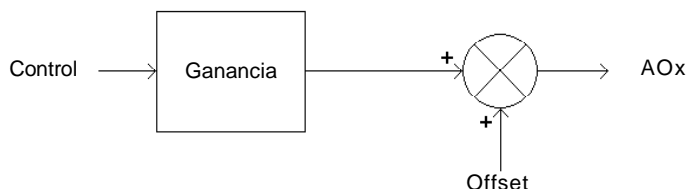

Figura 5.4 - Blocodiagrama de las salidas analógicas
- ☒ Los Parámetros P252 y P254 determinan un gan por el cual o señal de la salida analógica es multiplicado antes de llegar al borne. El blocodiagrama de la figura 5.4 describe su funcionamiento.